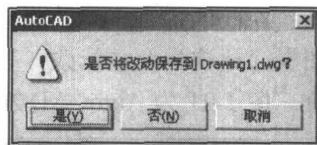

图 1-19 “警告”对话框
(1) 命令格式
(2) “警告”对话框 当用户发出“退出”命令，而当前图形经修改又尚未存盘时，屏幕即显示“警告”对话框，如图 1-19 所示。系统询问用户是否保存所作改动？“是(Y)”表示保存所作改动；“否(N)”表示放弃保存；“取消”则表示取消“退出”命令，继续使用当前画面。只有当用户作出明确选择后，才能退出系统。